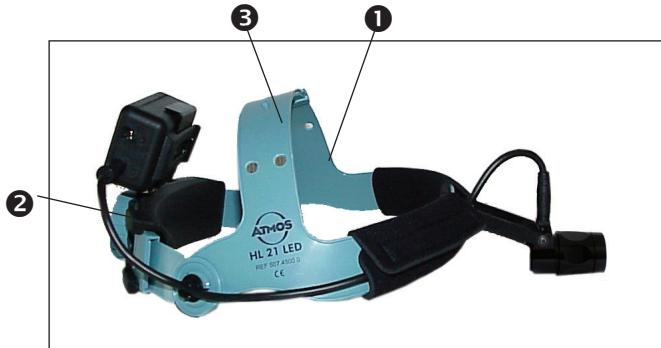

Fig. 2. Luce Frontale ATMOS® HL 21 LED
- Inizialmente prendere il caschetto insieme alla luce frontale (①, fig. 2) e appoggiarlo su un tavolo di fronte a voi.
In base alla misura della vostra testa, regolare il caschetto gradualmente fino alla posizione per voi corretta e confortevole girando la manopola (②, fig. 2). Il livello del caschetto si regola tramite la fascetta regolabile (③, fig. 2).